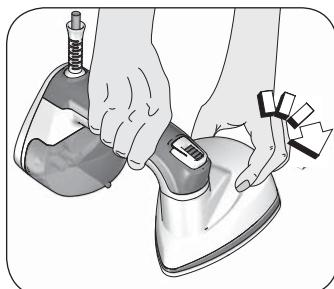

Fig. 2
4. Gire la suela en sentido horario utilizando la empuñadura. Coloque la suela en el modo de planchado vertical (Fig. 2).
2. Gire la suela en sentido horario utilizando la empuñadura. Coloque la suela en el modo de planchado vertical (Fig. 2).